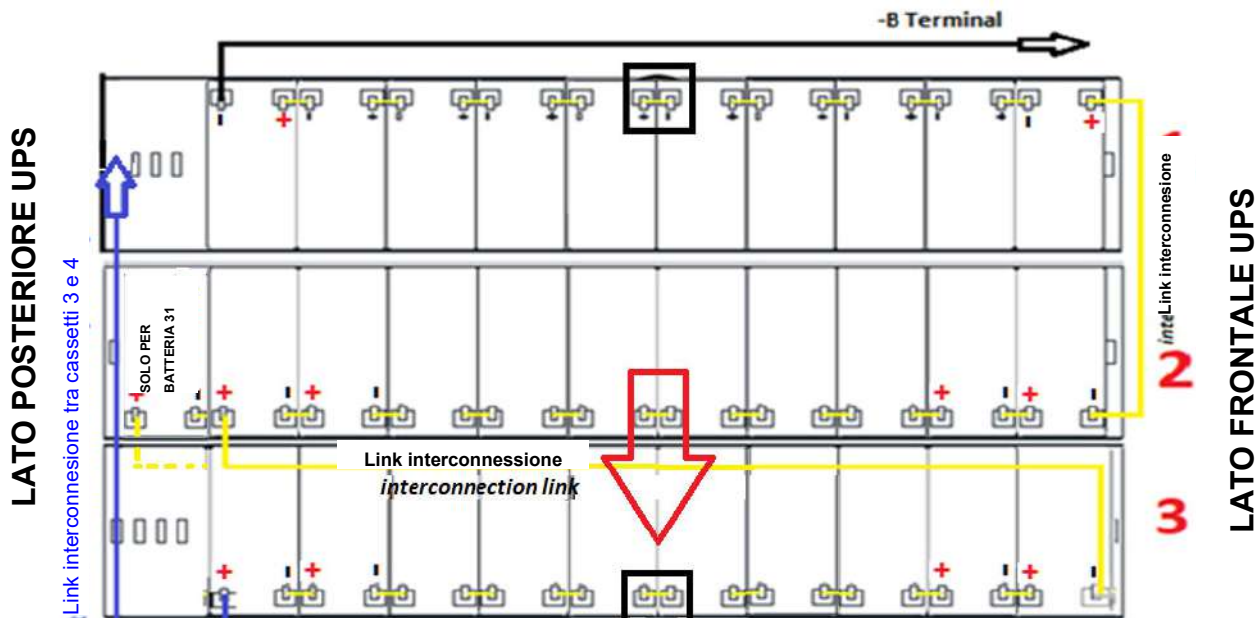

Figura 26 - Vista dall'alto piano N°1 con connessioni batterie
- 21) Dal lato sinistro dell'UPS estrarre parzialmente il cassetto n°3 e prima di inserire il ponticillo mancante come dimostrato in figura 26, utilizzare un multimetro per verificare che non sia presente una tensione CC tra i terminali delle batterie